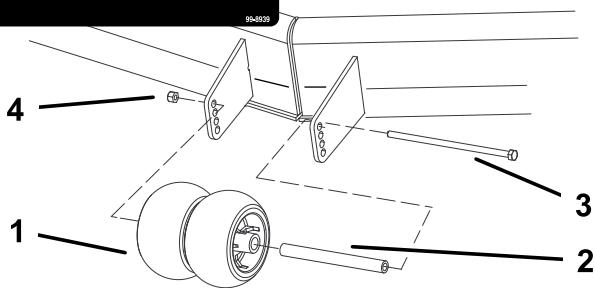

Bild 20
3. Nach dem Einstellen der Schnitthöhe sollten Sie die Rollen einstellen. Nehmen Sie die Bundmutter, die Büchse, das Distanzstück und die Schraube ab (Bild 19, Bild 20 und Bild 50).
5. Setzen Sie die Bundmutter, die Büchse, das Distanzstück und die Schraube ein. Ziehen Sie sie auf 54-61 Nm fest (Bild 19, Bild 20 und Bild 50).